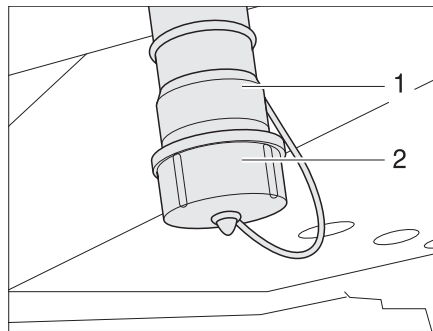

Fig. 259 Conexiones de salida de agua y de aguas residuales
- Desbloquear la caperuza (Fig. 259,2) de las conexiones de salida de agua (Fig. 259,1) girándola un cuarto de vuelta en sentido de las agujas del reloj y extraerla.
- Montar un tubo de desagüe apropiado en la conexión de salida de agua (Fig. 259,1) o colocar un recipiente colector apropiado debajo de la conexión de salida de agua.